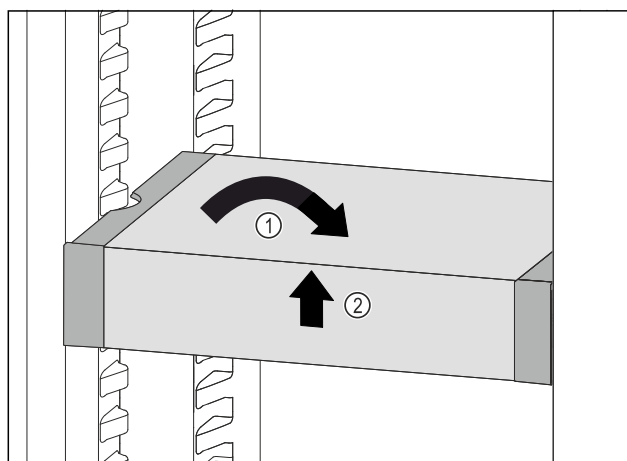

Fig. 79
- ▶ Seadke VarioSafe otseks. Fig. 79 (1)
- ▶ Tõstke VarioSafe eest üles. Fig. 79 (2)